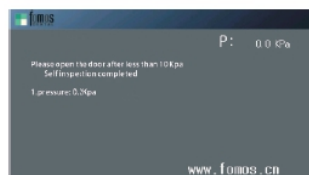

Fig 3-5
1. În primul rând, porniți aparatul, veți observa rezultatul auto-testării ca în Fig3-5. Dacă valoarea presiunii este mai mare de 10Kpa, va trebui să efectuați setarea altitudinii. Intrați în meniul INSPECT DEVICE , apoi introduceți parola (777777) pentru calibrarea automată a presiunii atmosferice.